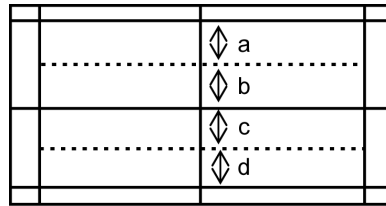

Fig. 2
- a. Adjust V-LIN $a=b=c=d$ in Fig. 2.